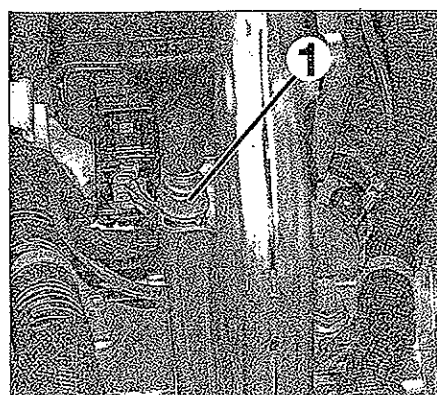

FIG. 11
- Destensar el cable de freno de mano aflojando la tuerca de reglaje (1) (fig. 11).